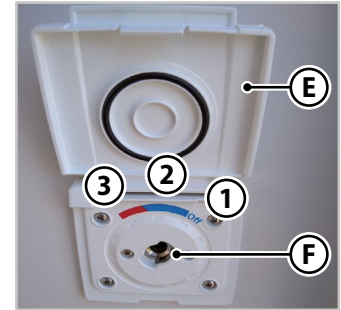

Fig.6.34 - Toma de conexión para la ducha portátil
1. Levante la tapa (**E** - Fig.6.34).
2. Introduzca el tubo suministrado en la conexión (**F** - Fig.6.34).